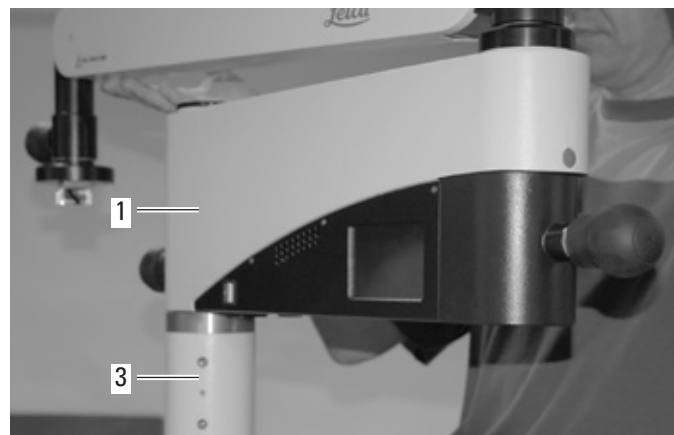

Bild 4
- ⇒ Schwenkarm (1) auf die Säule (3) setzen (Bild 4).